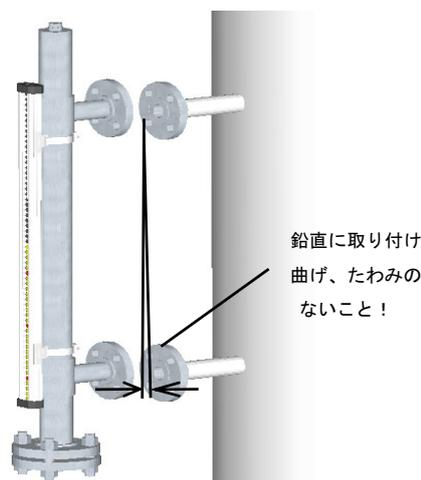

図3 チャンバの取付
- 3) チャンバは鉛直性を保つようにしてください。またチャンバ自体に曲がりやたわみが生じていないことを確認してください。(図3)